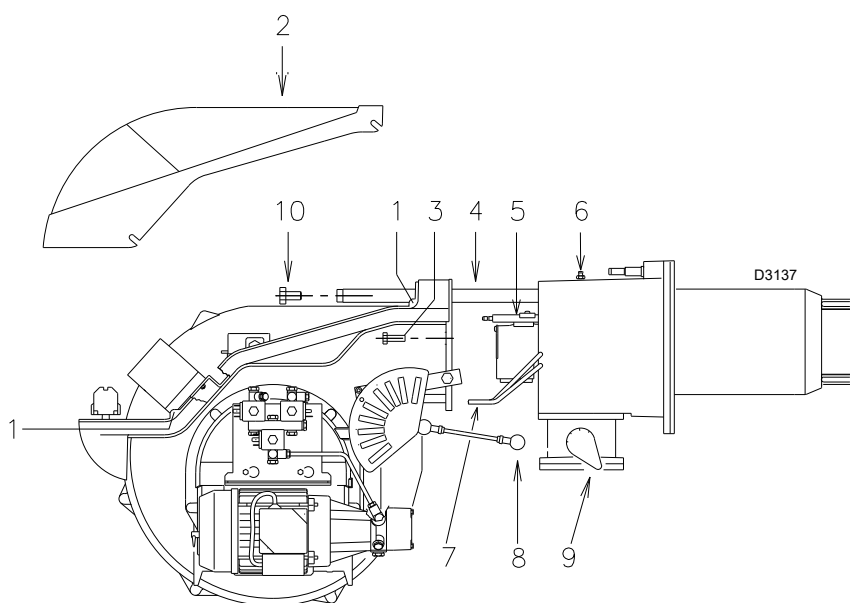

Fig. 44
- Desserrer les vis 1) et enlever le capot 2)(Fig. 44).
- Débrancher les tuyaux du fioul 7)(Fig. 44).
- Retirer les vis 3) et faire reculer le brûleur sur les glissières 4)(Fig. 44) d'environ 100 mm ; Débrancher les câbles des électrodes, puis reculer totalement le brûleur.
On peut alors extraire la partie interne 5) après en avoir retiré la vis 6)(Fig. 44).